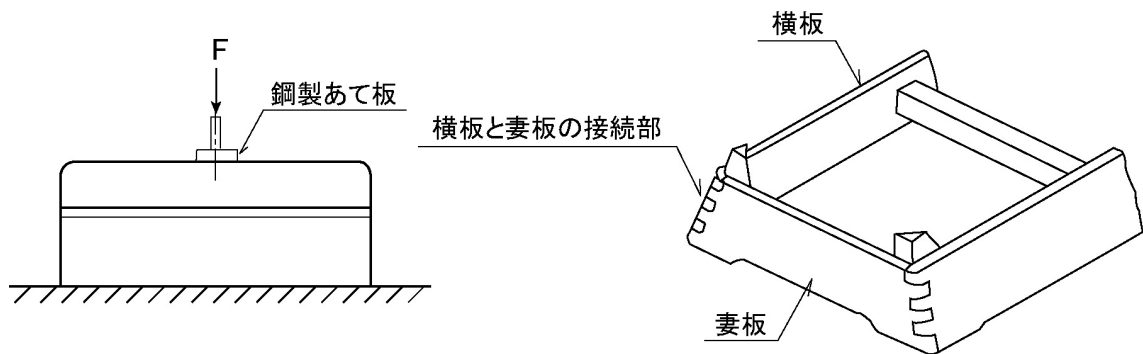

図2 強度試験
7. とび箱頭部（1段目）を図2に示すように水平・平たんな試験面に静かに置く。